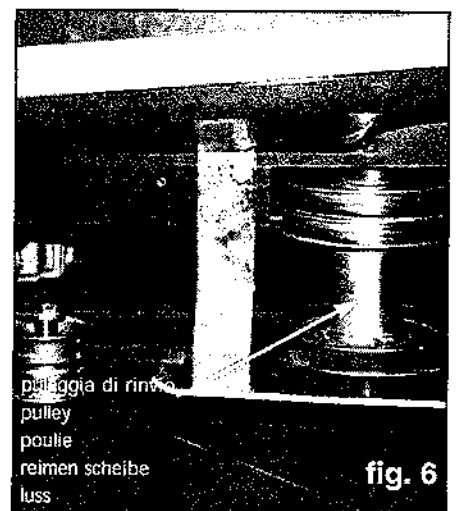

fig. 6
telaio di supporto ed infilare il piatto sotto di esso spingendolo verso le ruote anteriori. In tal modo sarà molto agevole il posizionamento della cinghia del piatto sulla puleggia di rinvio (vedi fig. 6). Quindi spostare in avanti il piatto e abbassare il telaio di supporto in posizione di trasporto in modo da attaccarvi il piatto tramite le 4 coppie. A questo punto sollevare il supporto in posizione di trasporto ed inserire il convogliatore di scarico del piatto nel tubo di aspirazione ventola.
2. Fasten the plate support frame to the tractor and tighten the bolts on the lifting arms. Lift the support frame and insert the plate underneath it pushing it towards the front wheels. In this way the positioning of the plate belt onto the return pulley will be much easier (see fig.6). Then shift the plate forward and lower the support frame so as to fasten the plate with the 4 hubcaps. At this point lift the support into transport position and insert the discharge conveyor of the plate into the aspiration fan pipe.
2. Accrocher le châssis de support du plateau au tracteur et serrer les boulons sur les bras de levage. Soulever le châssis de support et enfiler le plateau sous celui-ci en le poussant vers les roues avant. De cette façon, le positionnement de la courroie du plateau sur la poulie de renvoi sera plus facile (voir fig.6). Déplacer ensuite vers l'avant le plateau et abaisser le châssis de support de manière à y fixer le plateau à l'aide des 4 goupilles. Soulever alors le support en position de transport et introduire le convoyeur d'évacuation du plateau dans le tube d'aspiration du ventilateur.